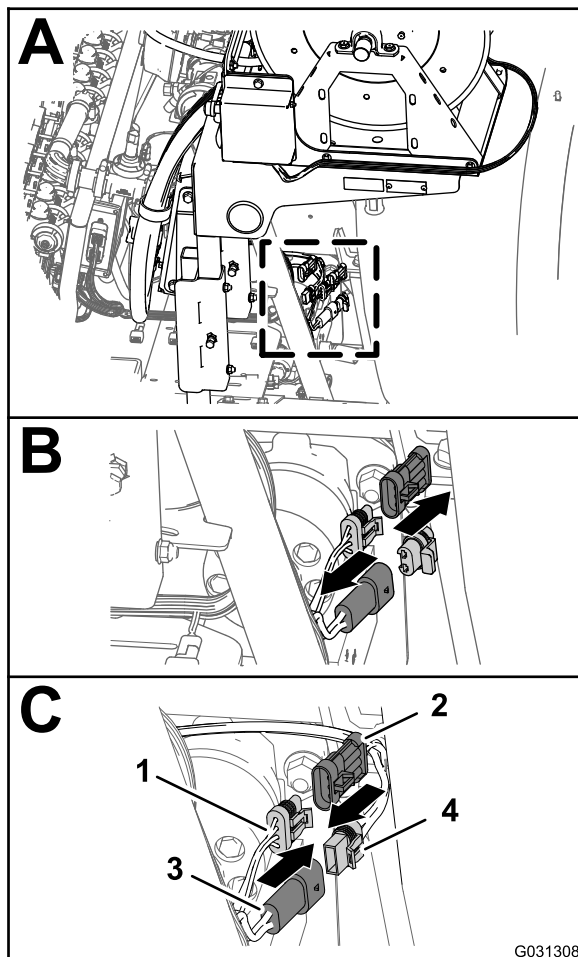

Рисунок 189
1. В задней части машины найдите жгут проводов комплекта поворотного шлангового барабана, находящегося на задней стороне бака опрыскивателя (Рисунок 189).
2. Удалите заглушку 2-штыревого разъема главного заднего жгута проводов для питания шлангового барабана (Рисунок 189).
3. Подсоедините 2-гнездовой разъем жгута проводов электрического шлангового барабана к 2-штыревому разъему главного заднего жгута проводов (Рисунок 189).
4. Снимите крышку с 3-гнездового разъема главного заднего жгута проводов, предназначенного для промежуточного соединения жгута проводов опрыскивателя (Рисунок 189).
5. Подсоедините 3-штыревой разъем жгута проводов электрического шлангового барабана к 3-штыревому гнезду главного заднего жгута проводов (Рисунок 189).